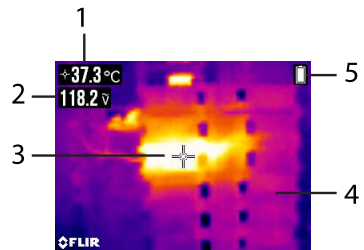

Fig. 7-1 IGM eksempel på skjermsvisning
7.1.1 Beskrivelse av skjermbildet til termokameraet (se fig. 7-1 for listen nedenfor)